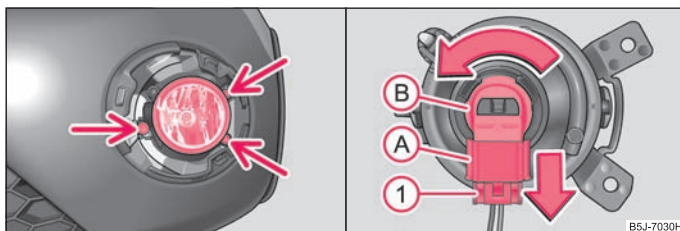

Fig. 173 Pare-chocs avant: Phare antibrouillard / remplacement d'ampoule
- Retirez les vis ⇒ fig. 173 - gauche à l'aide du tournevis* qui fait partie de l'outillage de bord¹⁶⁾.
- Poussez la fixation ① ⇒ fig. 173 de la fiche ① et sortez la fiche de la douille ②.
- Faites tourner la douille ② de l'ampoule vers la gauche jusqu'à la butée et sortez-la.
- Mettez la fiche ① dans la douille ②.